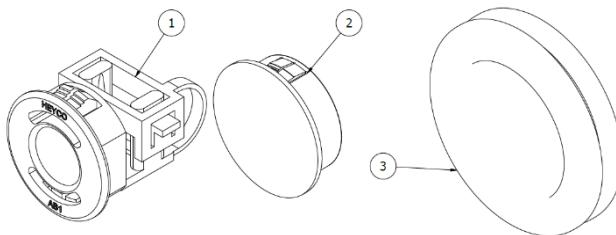

Figure 9 – Interfaces des tuyaux et œillets de la batterie thermique Thermino TS
- Retirer les œillets en caoutchouc correspondants (pièce 3 – Figure 9) dans le boîtier extérieur et découper leur centre (en croix) à l'aide d'un couteau. Ré-installer les œillets découpés. Ne pas effectuer la découpe à l'état monté au risque d'endommager le PIV.
- Déplacer les raccords de décharge de traction du câble du capteur de température vers le côté souhaité pour créer les entrées/sorties. Couvrir tous les autres trous du boîtier à l'aide des bouchons d'obturation fournis (voir Figure 9).